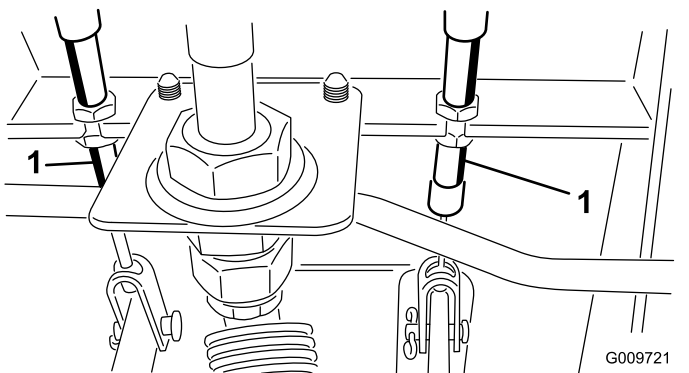

Figure 100
- A. Desserrez l'écrou avant sur l'extrémité fileté du câble de frein (Figure 100).